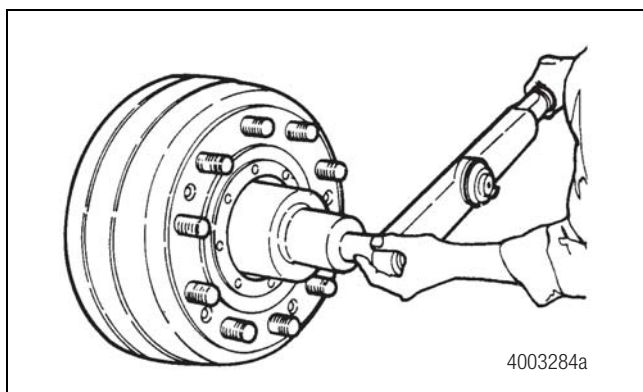

Figura 10.3
- Use el cubo del tamaño correcto para retirar o instalar las tuercas de la espiga. Figura 10.3.